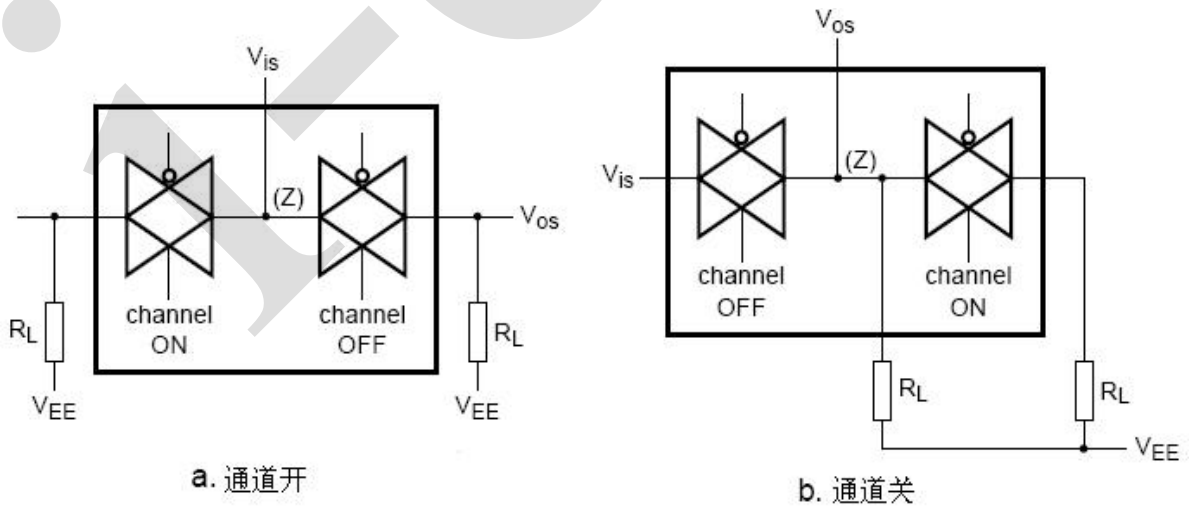

图 9、通道间串扰测试图
- 1、 $R_L = 1\text{ k}\Omega$ ;  $20\log V_{os}/V_{is} = -50\text{ dB}$ , 见图9